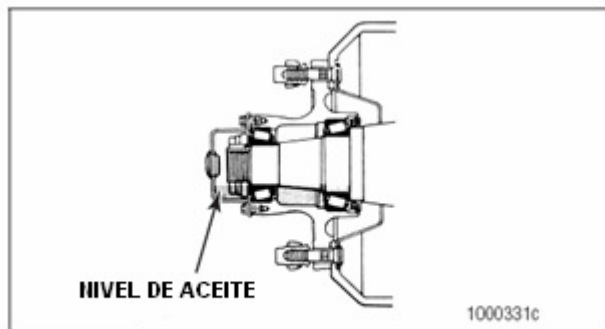

Figura 6.34
2. Agregue el aceite especificado hasta que el aceite esté al nivel especificado. Figura 6.34.